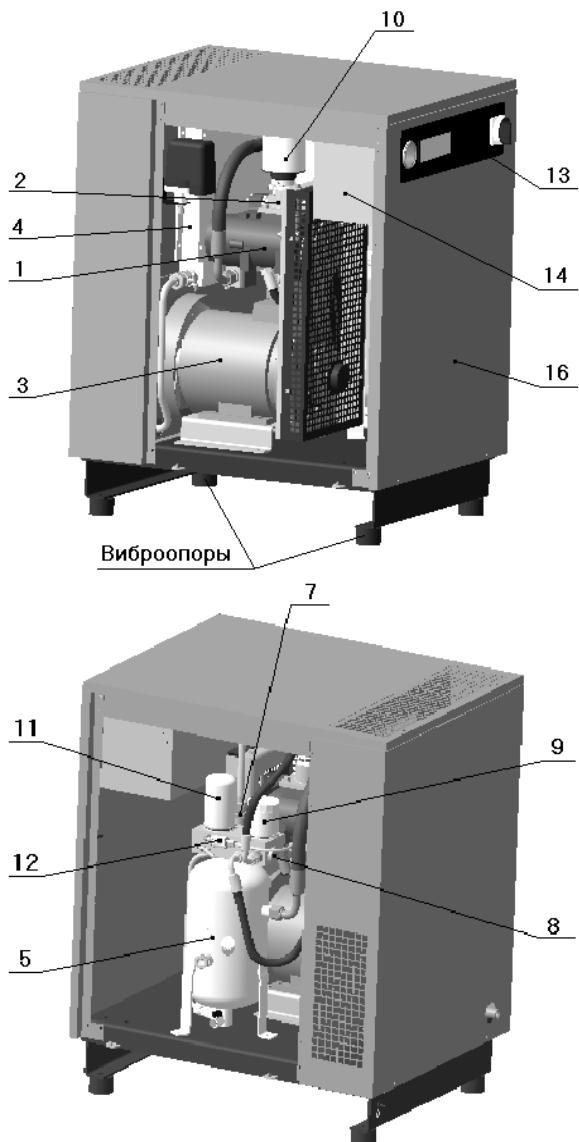
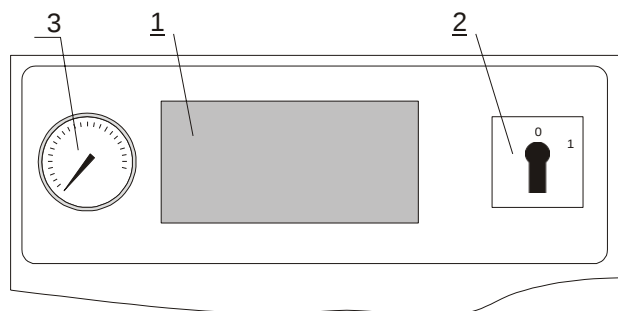

Рисунок 1 – Общий вид компрессорной установки VK5E-..., VK7E-..., VK10E-...
Рисунок 5
**1 – Винтовой блок** предназначен для выработки сжатого воздуха. Винтовые блоки, применяемые в компрессорных установках, приведены в таблице 3 (см. рисунок 1 или 2, или 3). В корпусе винтового блока расположены: винтовая группа, пропускные каналы для воздуха и масла, присоединительные фланцы.
**2 – Клапан всасывающий** (см. рисунок 1 или 2, или 3) воздушный выполняет функцию подачи воздуха в камеру сжатия и предотвращения выброса наружу сжатого воздуха и масла в момент останова установки при любом давлении подачи сжатого воздуха. Переключение клапана всасывающего в режим "ЗАГРУЗКА" или "ХОЛОСТОЙ ХОД" осуществляется при помощи клапана электромагнитного, который управляется программируемым контроллером от сигнала датчика давления.
**3 – Электродвигатель** (см. рисунок 1 или 2, или 3) предназначен для привода винтового блока.
**4 – Воздушно-масляный радиатор** (см. рисунок 1 или 2, или 3) двухсекционный, комбинированный, выполняет функции охлаждения масла и предварительного охлаждения воздуха на выходе из установки. Радиатор охлаждается проходящим через него потоком воздуха, который нагнетается вентилятором, установленным на втором конце вала электродвигателя привода установки.
**5 – Маслосборник (маслоотделитель)** (см. рисунок 1 или 2, или 3) выполняет следующие функции:
**7 – Клапан минимального давления** (см. рисунок 1 или 2, или 3), установленный на линии
**8 – Термостат** (см. рисунок 1 или 2, или 3) состоит из запорного плунжера и термочувствительного глицеринового элемента, изменяющего направление потока масла в зависимости от его температуры, смонтирован в корпусе, на котором также установлен фильтр масляный. При включении установки масло циркулирует по малому контуру винтовой блок – маслоотделитель – термостат – масляный фильтр – винтовой блок для быстрого набора рабочей температуры смеси.
**9 – Фильтр масляный** (см. рисунок 1 или 2, или 3) неразборный изготовлен в металлическом корпусе. Он расположен в контуре смазки и предотвращает попадание твердых частиц на рабочие поверхности винтов и подшипников. Его замена необходима после выработки часов, указанных в разделе "ТО", а частота замены напрямую зависит от технического обслуживания воздушного фильтра и от качества масла.
**10 – Фильтр воздушный** (см. рисунок 1 или 2, или 3) открытого типа. Функция воздушного фильтра - предотвращение попадания загрязняющих частиц в зону винтовой группы и систему смазки. Некачественное обслуживание воздушного фильтра приводит к уменьшению срока службы блока винтового.
**11 – Фильтр-маслоотделитель (сепаратор)** (см. рисунок 1 или 2, или 3) завершает операцию отделения масла от сжатого воздуха и обеспечивает остаточное содержание масла в сжатом воздухе не более 3 мг/м3. Пропускная способность фильтра-маслоотделителя зависит от качества масла и его рабочей температуры.
**12 – Визуализатор возврата масла** (см. рисунок 1 или 2, или 3) предназначен для визуальной оценки количества масла на возврате из фильтра-маслоотделителя. Масло, отделенное фильтром-маслоотделителем, возвращается в систему смазки установки. Функцией визуализатора является управление расходом возвратных потоков воздуха и масла. Визуализатор позволяет проверить эффективность работы фильтра-маслоотделителя и системы сепарации.
**13 – Панель управления** (см. рисунок 1 или 2, или 3). На лицевую сторону панели управления вынесены следующие органы управления (рисунок 5):
**14 – Шкаф с электроаппаратурой** (см. рисунок 1 или 2, или 3) представляет собой короб закрытого типа с установленной платой, на которой смонтирована пускорегулирующая аппаратура и устройства защиты, доступ к которым осуществляется путем демонтажа верхней панели корпуса и крышки шкафа.
**16 – Корпус шумозащищенного исполнения** (см. рисунок 1 или 2, или 3) служит для снижения уровня шума в рабочей зоне установки.